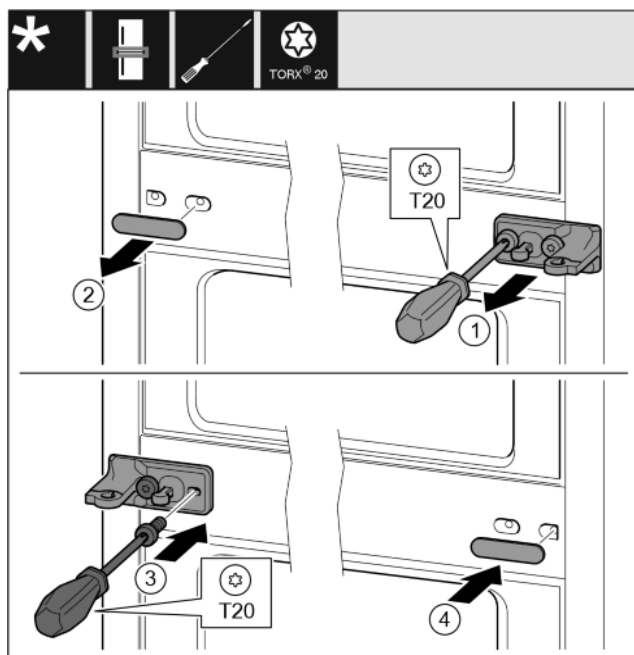

Fig. 26
- ▶ Húzza le a lemezt. Fig. 26 (1)
- ▶ Csavarja ki a csavarokat a T20 csavarhúzóval. Fig. 26 (2)
- ▶ Óvatosan húzza le a fedelet. Fig. 26 (3)
- ▶ Csavarozza fel szilárdan, 180°-kal elfordítva a csapágybakot a fóliával a másik oldalra. Fig. 26 (4)
- ▶ Szerelje fel a fedelet a másik oldalra, 180°-kal elfordítva. Fig. 26 (5)
- ▶ Tolja fel a lemezt előlről. Fig. 26 (6)